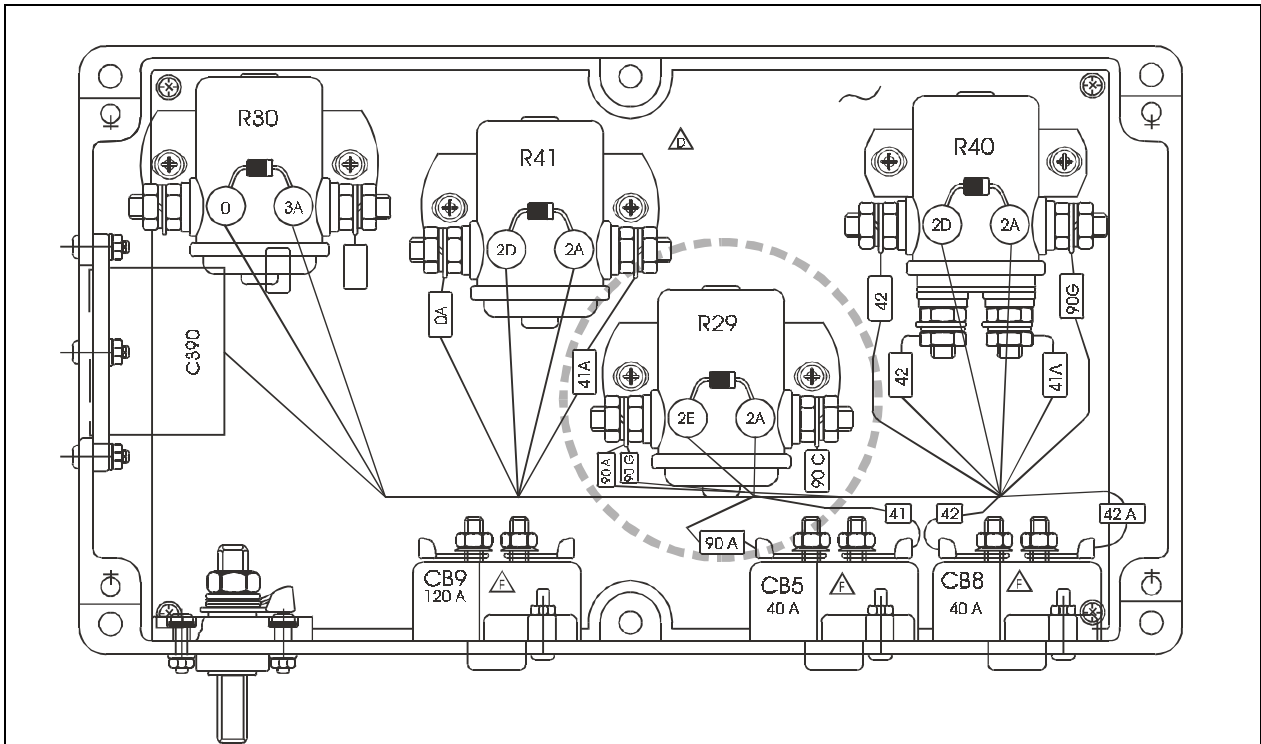

Figure 2: Aspect initial des connexions du relais R29 dans la boîte de jonction de l'air climatisé.
2. Repérer le relais R29 (voir figure 2) dans la boîte de jonction de l'air climatisé;